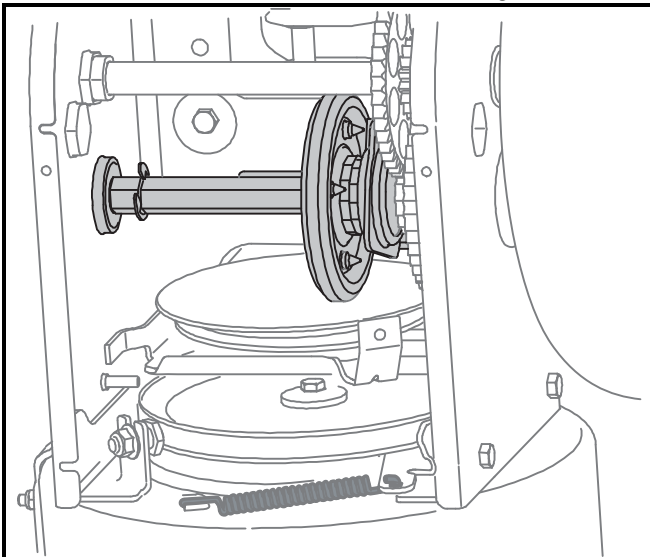

Figure 20
- Appliquez une légère couche d huile polyvalente toutes saisons sur l arbre hex. Voir la Figure 20.